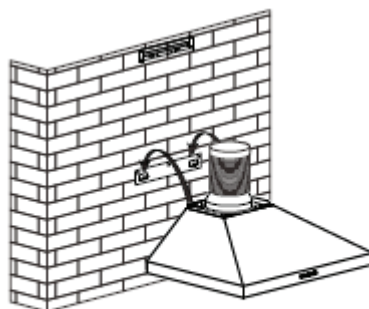

Afbeelding 2
3. Maak 9 gaatjes op een geschikte plaats wanneer u de hoogte van de plaatsing bepaald heeft. Plaats muurpluggen in de gaten. Gebruik 5 schroeven van het type ST4\*40 mm om de haak en de houder in de schouw op de muur vast te maken. Zorg ervoor dat de gaten mooi horizontaal geplaatst zijn. Zie afbeelding 2.